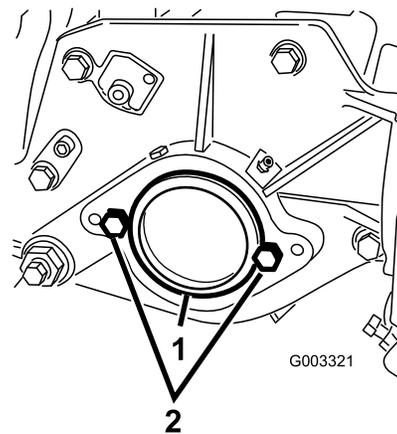

Figura 16
1. Tappo in plastica 2. Vite a testa cilindrica (2)
5. Montate, senza stringere eccessivamente, le 2 viti di montaggio del motore del cilindro sulla piastra laterale sinistra dell'apparato di taglio (Figura 16).